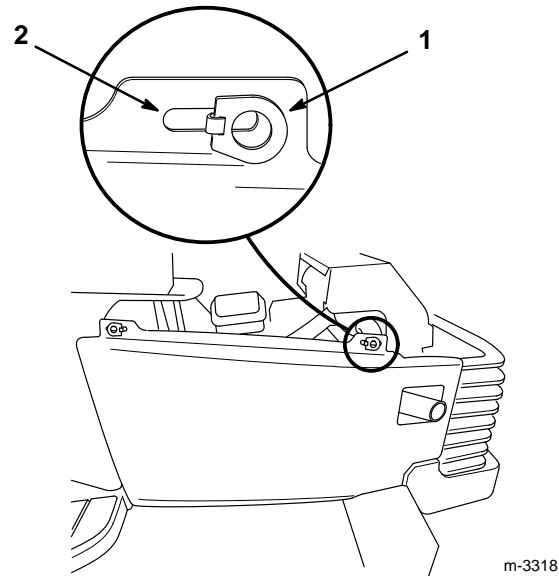

Abbildung 3
- A. Die beiden Seitenblechverriegelungen anheben und um 90° drehen bzw. bis sie mit dem offenen Schlitz in einer Linie liegen (Abb. 3).